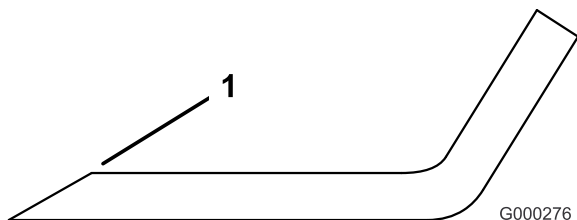

Figure 92
1. Au moyen d'une lime, affûtez les tranchants aux deux extrémités de la lame (Figure 92).